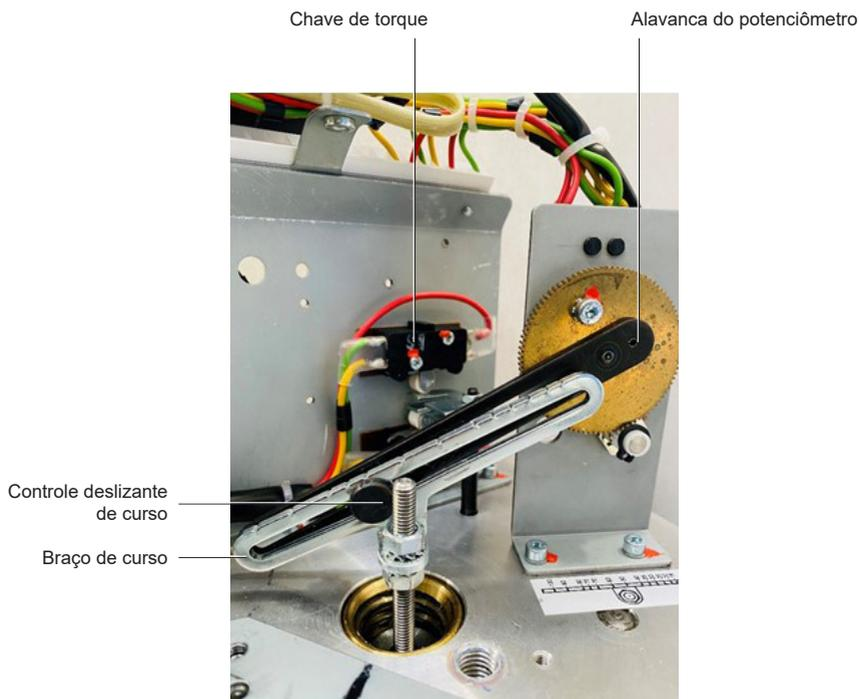

Fig. 28 Disposição do braço de curso AEL7 de 8 kN
- O braço de curso e a alavanca do potenciômetro devem estar paralelos (Fig. 28)